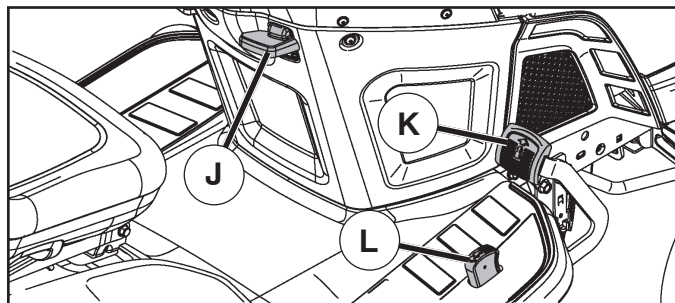

Fig. 8
## MOVERSE HACIA ADELANTE Y HACIA ATRÁS (Vea Fig. 8)
## UTILIZAR EL MANDO CRUCERO (J) (Vea Fig. 8)